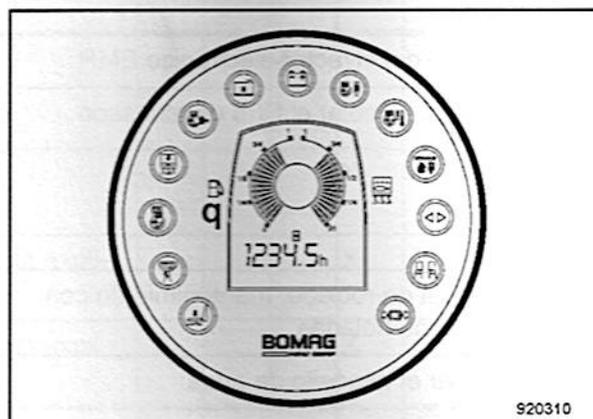

Fig. 114
- Comprobar el nivel de llenado por la indicación de nivel de combustible q (Fig. 114).